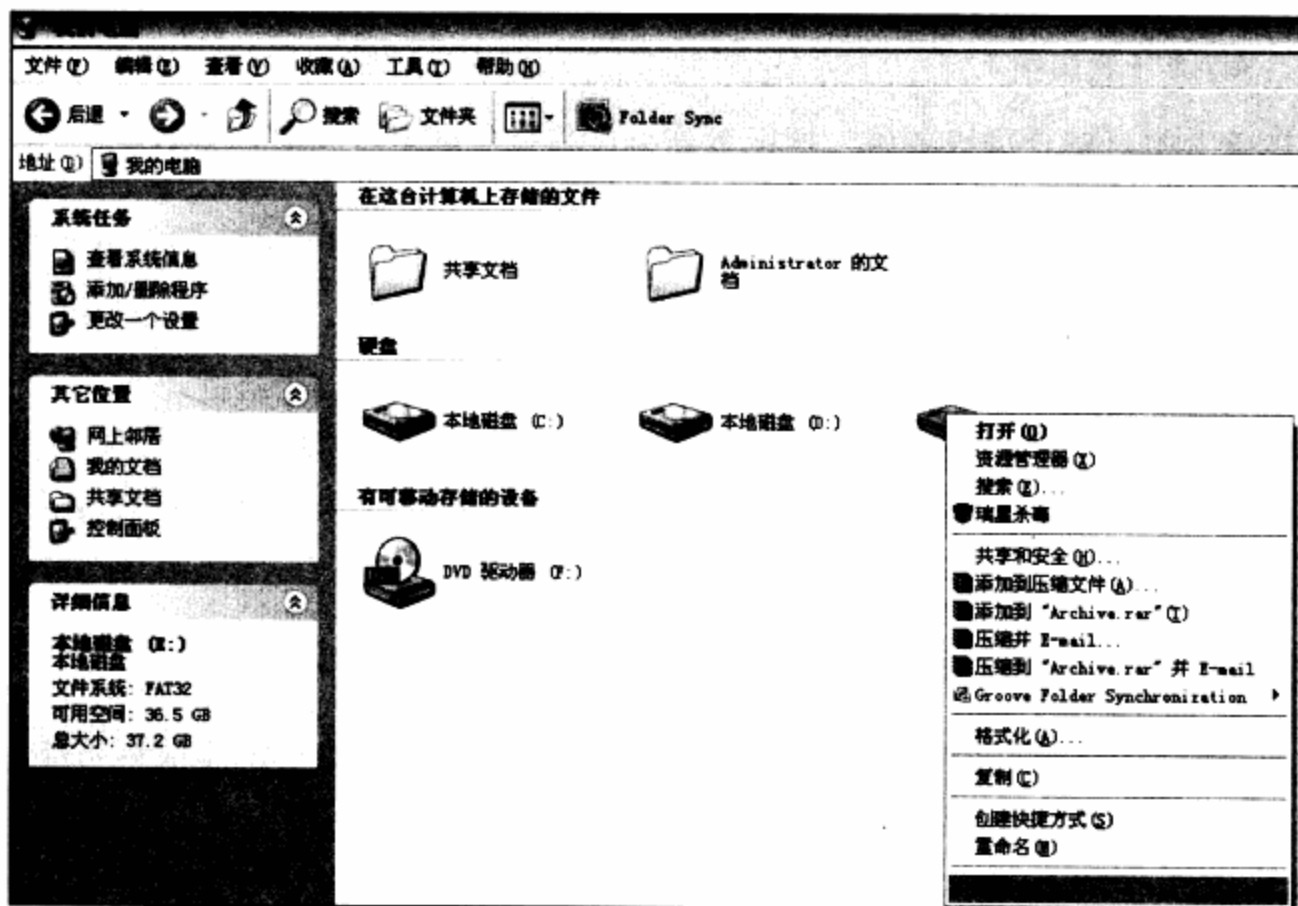

图7-1 选择“属性”命令
**步骤 01** 双击桌面上“我的电脑”图标，在“我的电脑”窗口中右击需要检测的盘符（如E盘），在弹出的快捷菜单中选择“属性”命令。如图7-1所示。